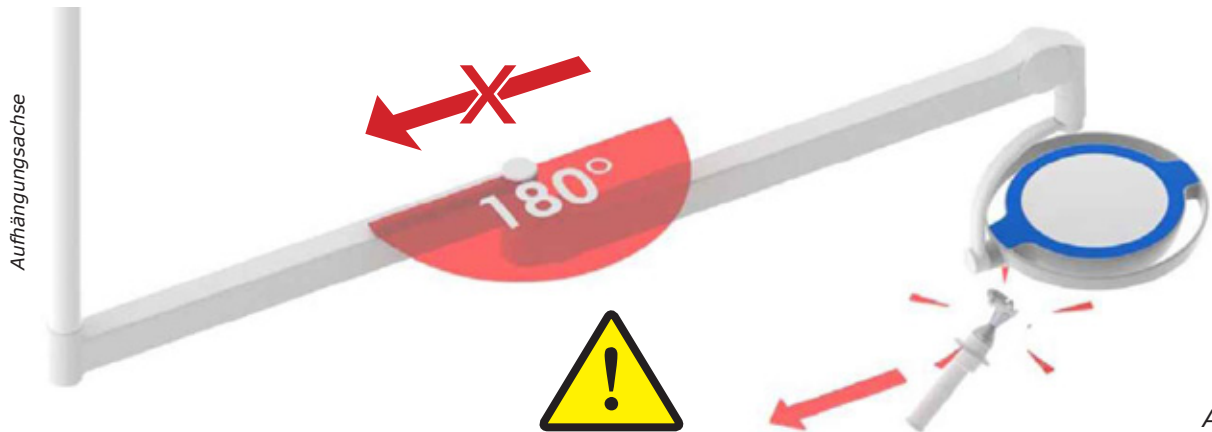

Abb. 9a
- 4.0.1 In der 180° Stellung des Federarmes und des Auslegers (Abb. 9a) kann das Anbauelement nicht in Richtung der Aufhängungsachse bewegt werden. Eine wiederholte Krafteinwirkung von > 25 N (entspr. DIN EN 60601-2-41) kann bei diesem Winkel zur Beschädigung am Anbauelement führen.